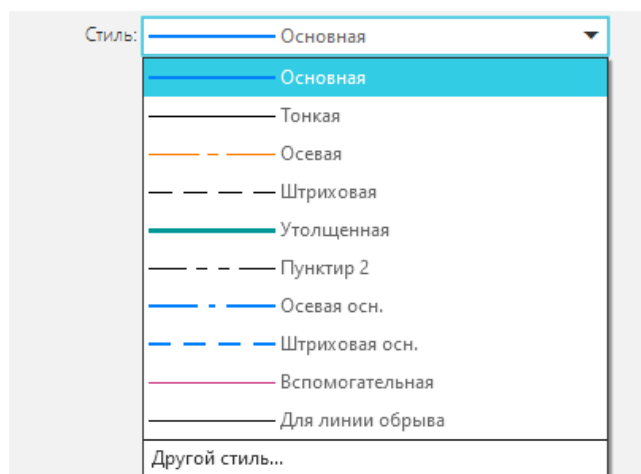

Рисунок 9 – Выбор типов линий в выпадающем меню «Стиль»
**Выбор типов линий построения изображений.** При построении геометрических объектов возможно использование различных типов линий, установленных ГОСТ 2.303–68 [2]. Для этого используют выпадающее меню «Стиль» на панели свойств объекта при включении соответствующей кнопки инструментальной панели «Геометрия» (рисунок 9).